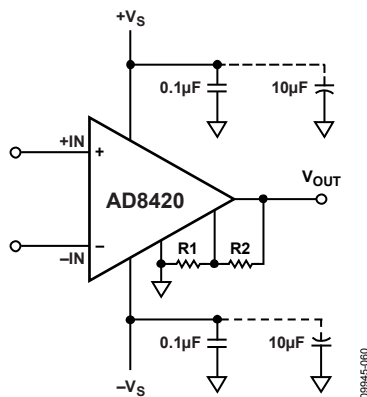

図 62. 電源デカップリング、REF、ローカル・グラウンド基準の出力
0.1  $\mu\text{F}$  のコンデンサを各電源ピンのできるだけ近くに配置する必要があります。図 62 に示すように、10  $\mu\text{F}$  のタンタル・コンデンサをデバイスから離れたところに接続することができます。低周波で有効なこのコンデンサは、他の高精度集積回路と共用することができます。これら集積回路の間のパターンは短くして、パターン寄生インダクタンスと共用コンデンサとの間の干渉を小さくしてください。